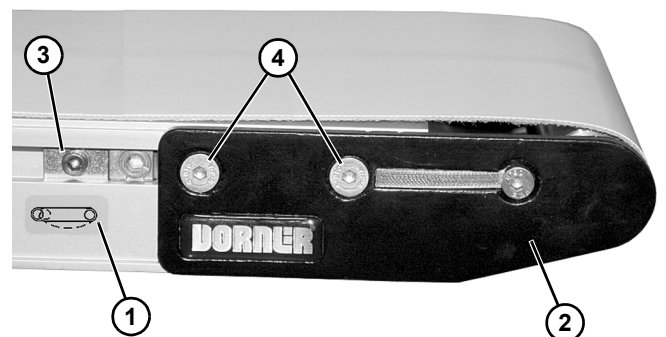

Figura 43
- En el extremo de retorno del transportador, identificado con  una etiqueta (Figura 43, parte 1), empujar el ensamblaje de la placa del cabezal (Figura 43, parte 2):
- aflojar en ambos lados del transportador las guías de los conjuntos de levas (Figura 43, parte 3) lejos de las placas de la cabeza, si aplicare.
- aflojar los tornillos de fijación (Figura 43, parte 4) y empujar la placa del cabezal hacia adentro.